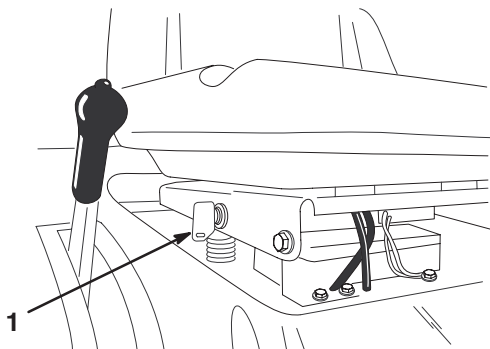

Figure 12
S'il est nécessaire d'utiliser la commande des lames (PDF) en marche arrière, désactivez ce dispositif de sécurité à l'aide du commutateur KeyChoice situé près du support du siège (Fig. 12).
2. Introduisez la clé dans le commutateur KeyChoice (Fig. 12).